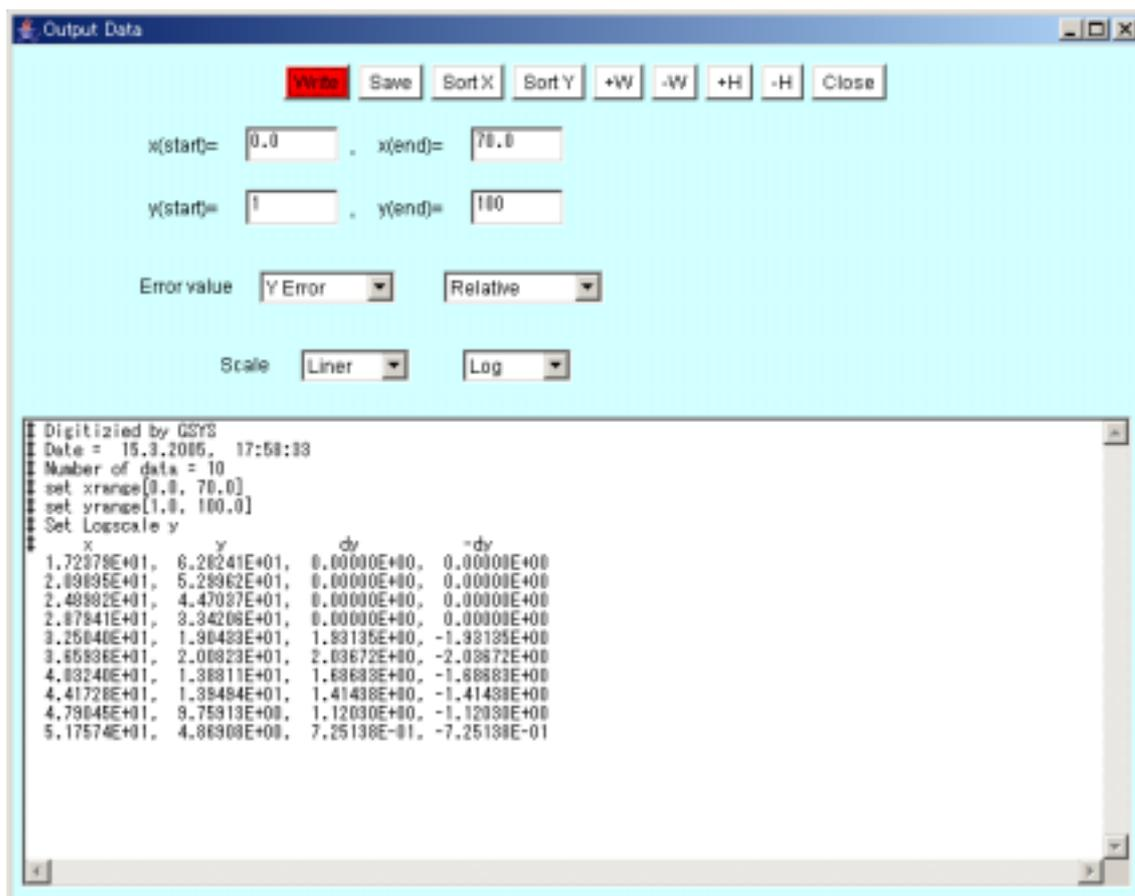

図 8 数値データが出力された状態の出力ウィンドウ。
- 4) 以上の操作後、“Write” ボタンをクリックすると、図 8 のようにメインパネル内に数値が出力される。“Sort X”、“Sort Y” ボタンを使用して、数値出力を X, Y の値の大きさ順に書き換えることができる。“Write” ボタンをクリックすると、元の順に戻る。